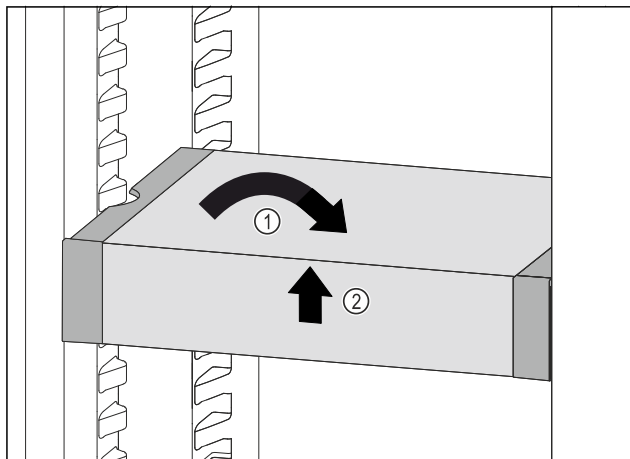

Fig. 126
- Poziționați drept VarioSafe. Fig. 126 (1)
- Ridicați în față VarioSafe. Fig. 126 (2)